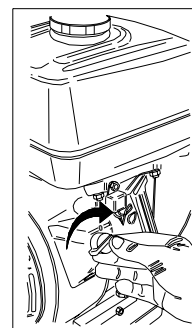
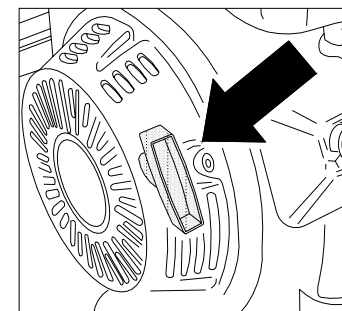

Fig. 8
Fig. 9
- Placer le sélecteur sur « I » (Start) (Fig. 8) . Saisir la poignée de mise en marche (fig. 9) et tirer la corde sans effort jusqu'à ce que vous ressentiez la résistance provoquée par la compression , relâcher ensuite la poignée et tirer énergiquement pour faire démarrer le moteur .